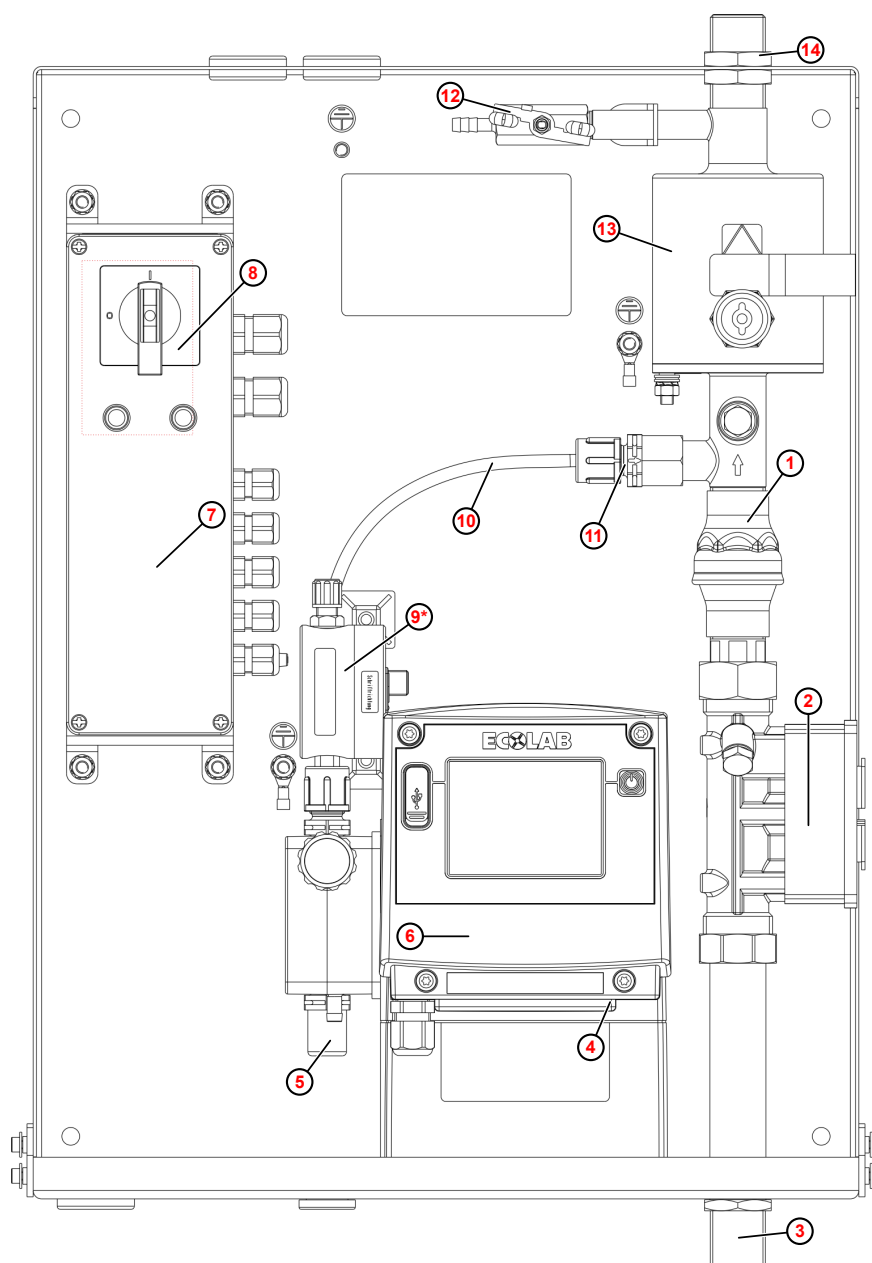

Fig. 2 : Vue d'ensemble des raccordements : Lub-O-Mat Eco
5. ➔ Raccorder le distributeur d'eau douce au raccord d'eau douce Fig. 2, ③ du Lub-O-Mat Eco.
6. ➔ Si nécessaire, monter un compteur d'eau douce en option OGMPLUS entre la pompe doseuse Fig. 2, ⑥ et la chambre de mélange Fig. 2, ⑬.
1. ➔ Raccorder la conduite de produit au système de conduites du système de lubrification de bande au niveau du raccord de consommateur Fig. 2, ⑭ du Lub-O-Mat Eco.
3. ➔ Poser la conduite d'aspiration vers le Lub-O-Mat Eco et la raccorder au raccord de conduite d'aspiration Fig. 2, ⑤ de la pompe doseuse.
4. ➔ Raccorder le connecteur de signal « vide » de la lance d'aspiration à la pompe doseuse Fig. 2, ④.